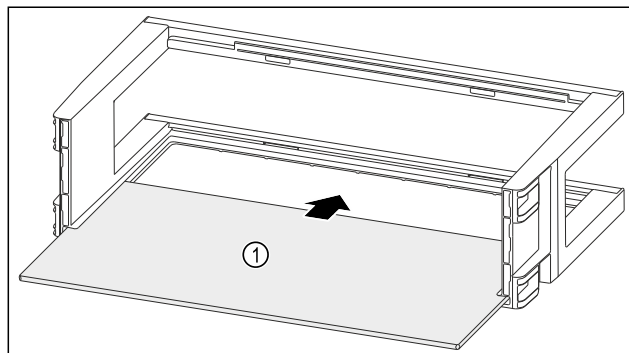

Fig. 113
- ▶ Вдвиньте съемную полку Fig. 113 (1) в боковые пазы.